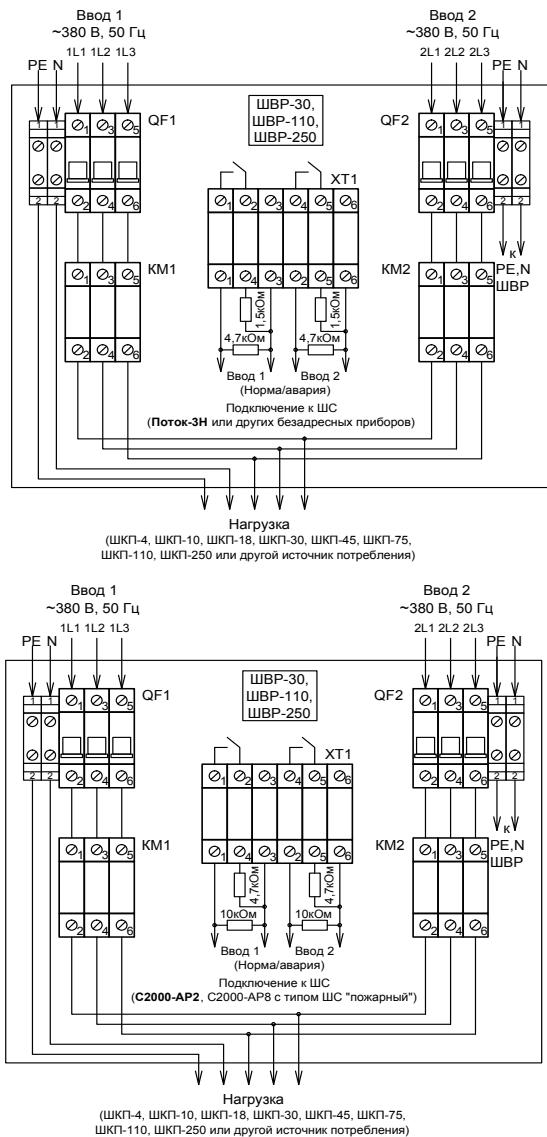

Рисунок 8. Схема подключения шкафов ввода резерва «ШВР-30», «ШВР-110», «ШВР-250»
- Подключение соединительных линий выполняйте в соответствии с проектной документацией и схемой на рис. 8.
- Подключите к клеммам «RS-485 (A)» и «RS-485 (B)» линии интерфейса RS-485 в соответствии с рекомендациями параграфа «Подключение линий интерфейса RS-485» (стр. 51).